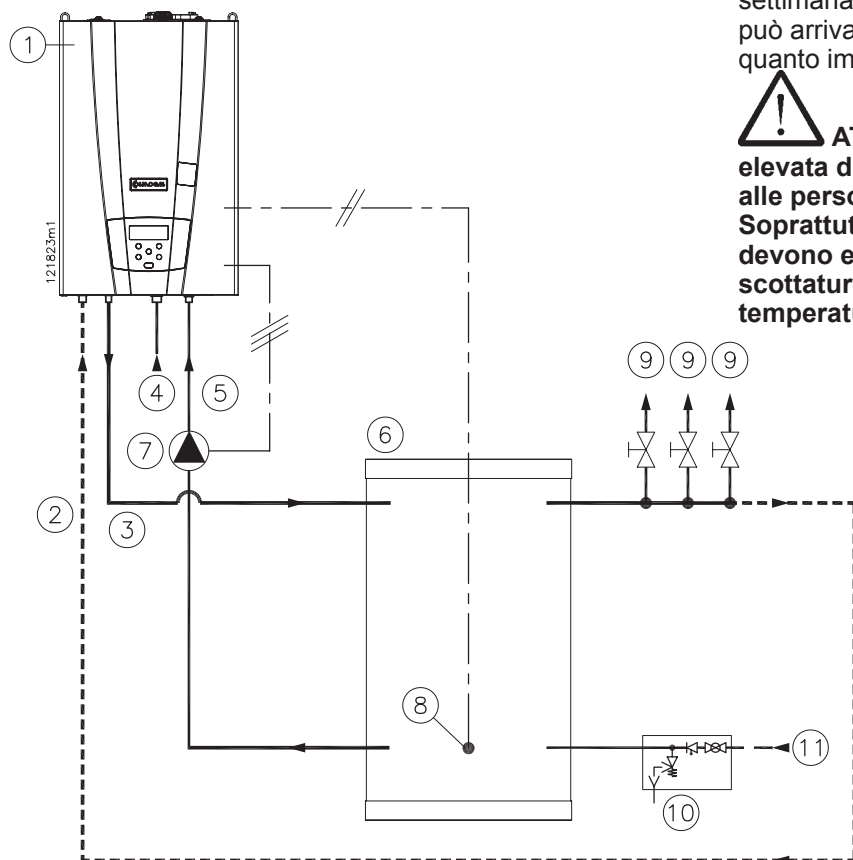

Figura 5.10 - collegamento idraulico a bollitore
Il collegamento idraulico deve essere eseguito come da figura 5.10.
- 3.- posare un cavo elettrico bipolare con sezione minima di 1,5 mm² che va dall'apparecchio al sensore temperatura del bollitore e collegarlo sull'apparecchio ai morsetti "8" e "9" (SB);
- 5.- inserire la sonda del sensore di temperatura, all'interno del pozzetto del bollitore (vedi figura 5.10 particolare "8").